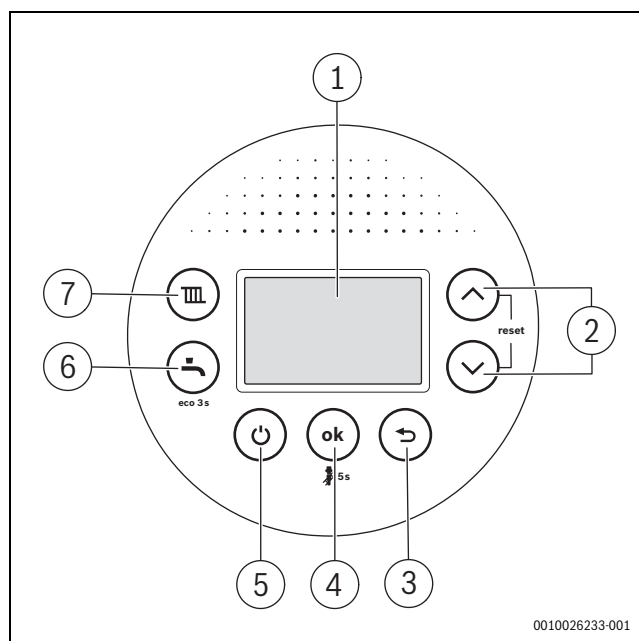

Fig. 94 Privire de ansamblu asupra panoului de comandă
După punerea în funcțiune, tasta  (→ Fig. 94, [5]) pornește sau oprește în mod simultan încălzirea și încălzirea apei potabile prin intermediul aparatului în condensatie fără a întrerupe alimentarea cu tensiune.
- ▶ În regimul normal de operare, opriți aparatul cu tasta  (→ Fig. 94, [5]).